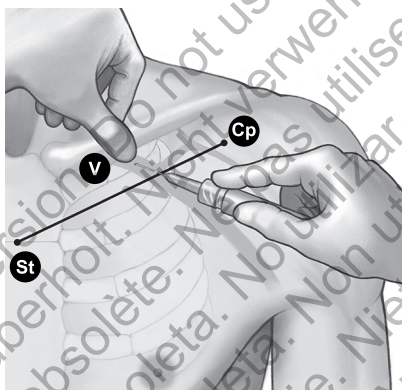

Figure 7. Emplacement du pouce et point d'entrée de l'aiguille
4. Appuyer un pouce contre l'index et déborder de 1 à 2 centimètres sous la clavicule pour protéger le muscle sous-clavier de l'aiguille (en cas d'hypertrophie manifeste du muscle pectoral, le pouce doit se projeter à environ 2 centimètres au-dessous de la clavicule car le muscle sous-clavier est sûrement lui aussi hypertrophié) (Figure 7 Emplacement du pouce et point d'entrée de l'aiguille en page 19).